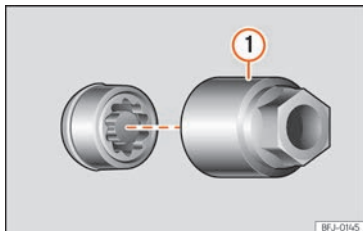

Fig. 35 Parafuso antirroubo com capa de proteção e adaptador.
- Encaixe o adaptador especial »» Fig. 35 (1) (ferramenta de bordo »» Página 44) no parafuso antirroubo da roda até ao limite.